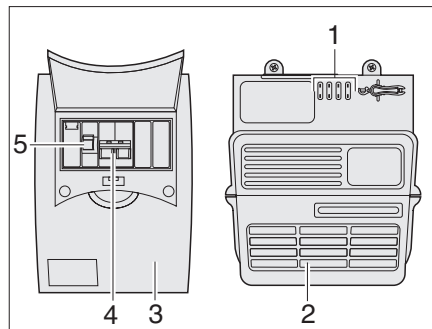

Bild 89 Netzgerät und Sicherungsautomat
Der 230-V-Sicherungskasten (Bild 89,3) ist neben dem Netzgerät (Bild 89,2) montiert.
Im Sicherungskasten (Bild 89) befindet sich die Hauptsicherung (Bild 89,4) und ein Fehlerstrom-Schutzschalter (Bild 89,5).
Der Fehlerstrom-Schutzschalter (Bild 89,5) misst den Stromfluss von der Strom Hin- und Rückleitung. Besteht zwischen beiden Leitungen ein Gleichgewicht, wird der Fehlerstrom-Schutzschalter nicht aktiv. Kommt es zu einer Differenz zwischen den Leitungen, unterbricht der Schalter den Stromfluss sofort. Dadurch verhindert er gefährliche Stromunfälle.
- Hauptschalter (Bild 89,4) nach oben auf Stellung "ON" drücken.
- Fehlerstrom-Schutzschalter (Bild 89,5) nach oben auf Stellung "ON" drücken.